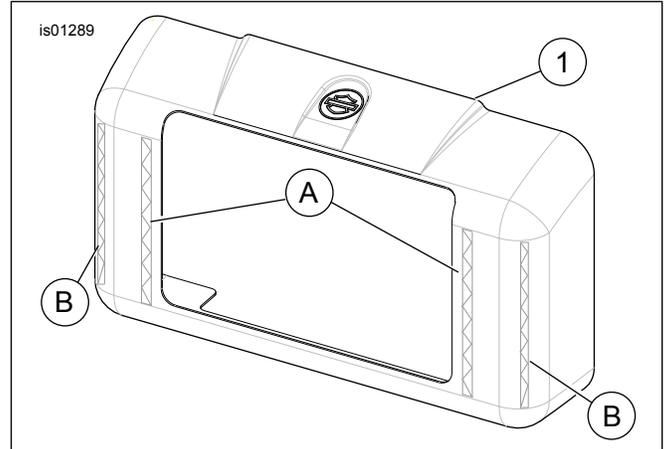
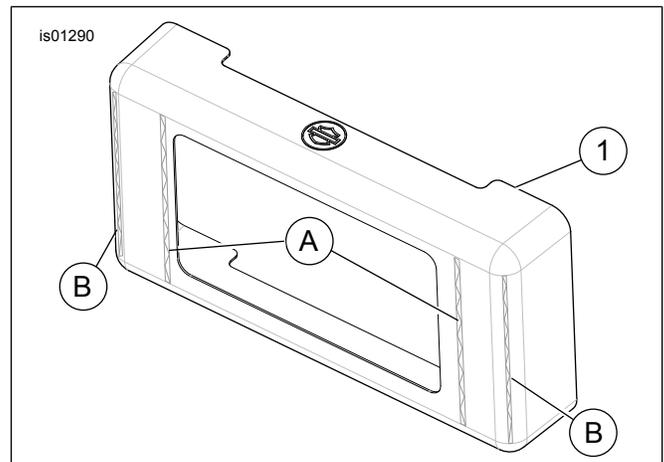

Abbildung 1. Ersatzteile: Verchromte Touring-Ölkühlerabdeckung
Abbildung 2. Ersatzteile: Verchromte Dyna-Ölkühlerabdeckung
Siehe Abbildung 1, Tabelle 1 und Abbildung 2, Tabelle 2.
1. Siehe Abbildung 1 oder Abbildung 2 für das jeweilige Motorradmodell. Ölkühler gründlich von jeglichem Schmutz, Fett und Wachs reinigen. Zur Reinigung des Ölkühlers kann Alkohol verwendet werden. Sicherstellen, dass die verchromte Abdeckung vollkommen trocken sowie frei von Öl- und Schmiermittelresten ist. Alkohol kann zur Reinigung der verchromten Abdeckung (1) verwendet werden.
2. Klebstoff in vier vertikalen Strängen an der Innenfläche des Ölkühlers anbringen; diese müssen etwa 76 mm (3,0 in) lang und 6 mm (0,25 in) dick sein. Zwei Stränge Klebstoff (A) 6 mm (0,25 in) vom mittleren Ausschnitt entfernt anbringen. Zwei Stränge Klebstoff am Innenradius (B) der Abdeckung anbringen.